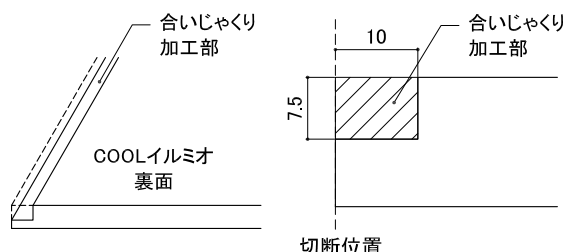

図2 COOLイルミオ端部の加工
- 小型ミジキに、実加工用刃物(FX120S)をセットし、刃出し量7.5mmに調節し、COOLイルミオ裏面出隅側端部に小型ミジキで合いじゃくり加工を施す。(図2参照)